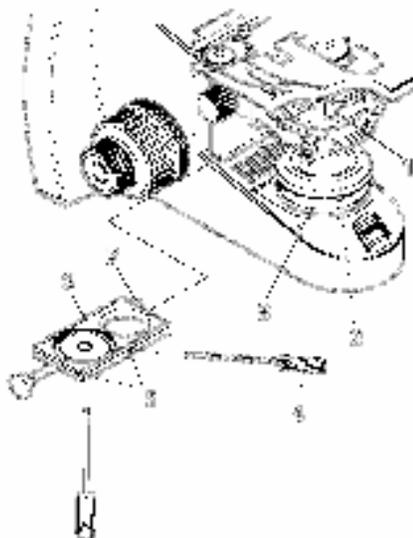
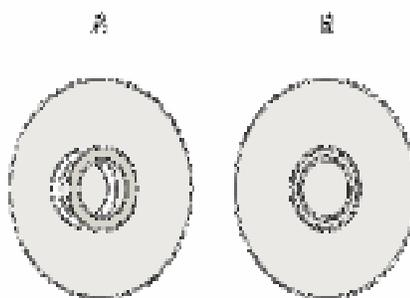

Figura 9 – Inserir a corredeira
Figura 10 – Centralizar o diafragma anular
- Abrir o diafragma de campo luminoso (Figura 9/3, se ajustável) no estativo, e mediante a alavanca (Figura (9/1), o diafragma de abertura no condensador de Abbe (Figura 9/2).
- Se a corredeira para contraste de fases (Figura 9/6) não foi integrada no microscópio por parte da fábrica, desenroskar primeiro o parafuso (Figura 9/7). Em seguida, introduzir a corredeira a partir da esquerda no condensador de Abbe e reapertar o parafuso (Figura 9/7).
- Controlar a centralização do diafragma anular de acordo com a Figura 10. Retirar uma lente para tal finalidade e substituí-la pela lente auxiliar.
- Quando necessário, centralizar o diafragma anular (Figura 10/A) mediante os dois parafusos de ajuste da corredeira (Figura 9/5) usando as duas chaves macho hexagonais SW 1,5 (Figura 9/4), até que se apresente uma imagem correspondente à Figura 10/B.